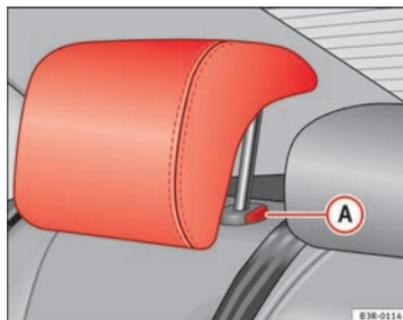

Fig. 112 Lugares laterais do banco traseiro: Encostos de cabeça
- Prima o botão **(A)** ⇒ Fig. 112 e desça o encosto de cabeça.
- Prima o botão **(A)** ⇒ Fig. 112 e, ao mesmo tempo, retire o encosto de cabeça.